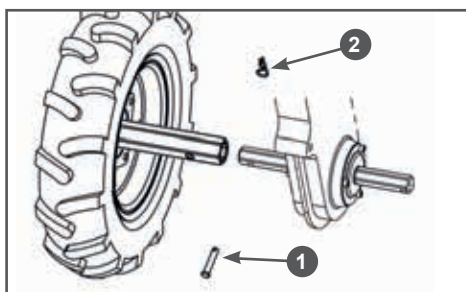

Рис. 6 Установка колес
3. Установите колеса с осями в сборе, закрепите оси пальцами 1 и шплинтами 2 (Рис. 6).